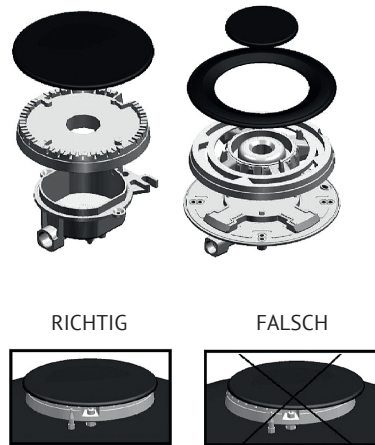

Abbildung 6
- ➔ Um den normalen Betrieb des Kochfelds zu gewährleisten, müssen die Grills und die Brenner Teile in der richtigen Position installiert werden (Abb. 6).